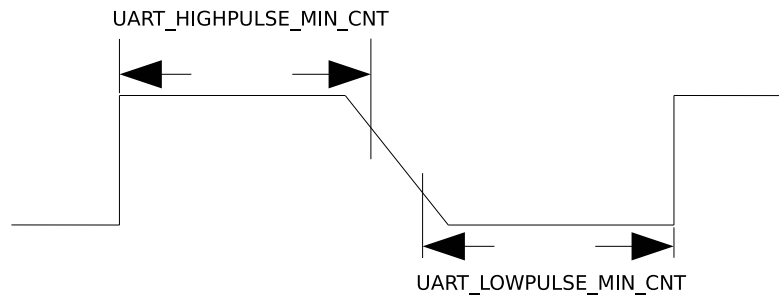

图 26-3. UART 信号下降沿较差时序图
- 2. 对于 UART 信号的下降沿信号比较差的情况，如图26-3所示，这时通过取 `UART_LOWPULSE_MIN_CNT` 与 `UART_HIGHPULSE_MIN_CNT` 的和平均得到的值不准确，可以通过 `UART_POSEDGE_MIN_CNT` 获取发送方波特率。计算公式如下：